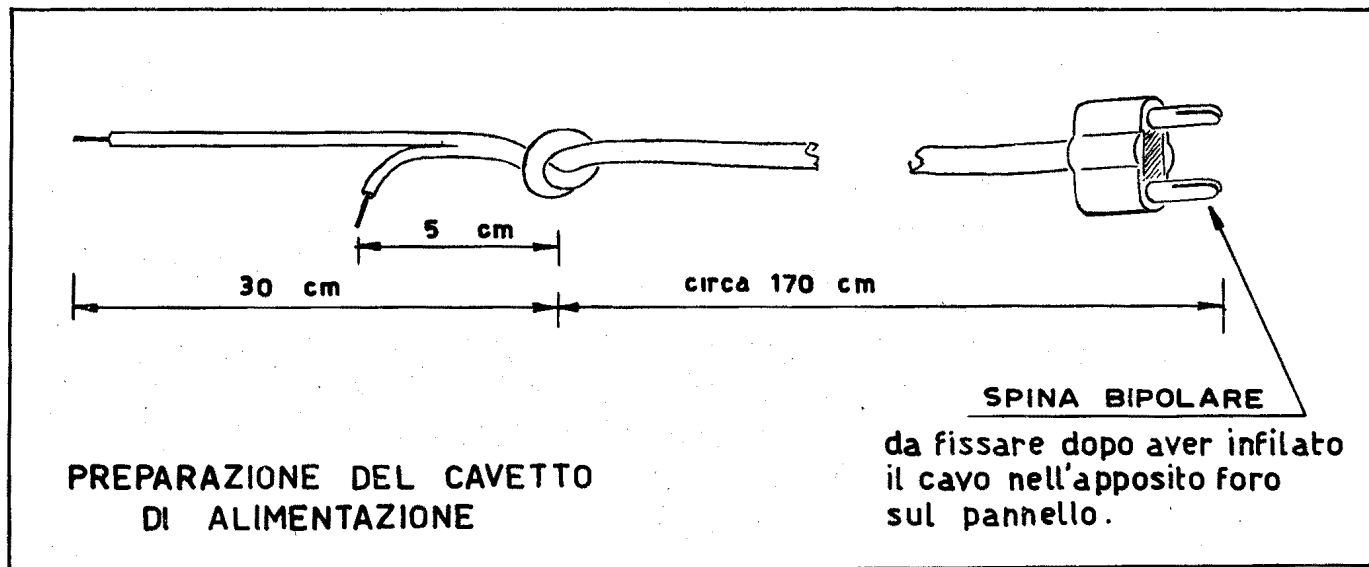

Fig. 4
- b) - Divida il cavo come è indicato in fig. 4 e tagli uno dei fili, del lato corto, alla distanza di circa 5 cm dal nodo.
- e) - Avviti la presa bipolare sul cavo, dal lato lungo sull'esterno del pannello (fig. 4).